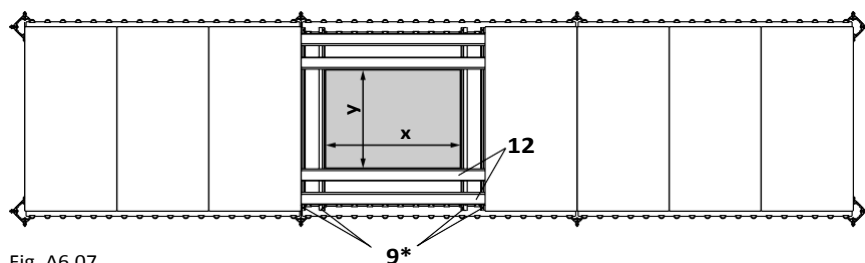

Fig. A6.07
Поставете челната гредка SRT-2 150 (9*) в окачено положение. Положете гредата SPH 150 (12) на плоската страна. За допустимата ширина на влияние на гредата SPH, виж таблица A6.02 на следващата страница. (Fig. A6.07 + A6.08)